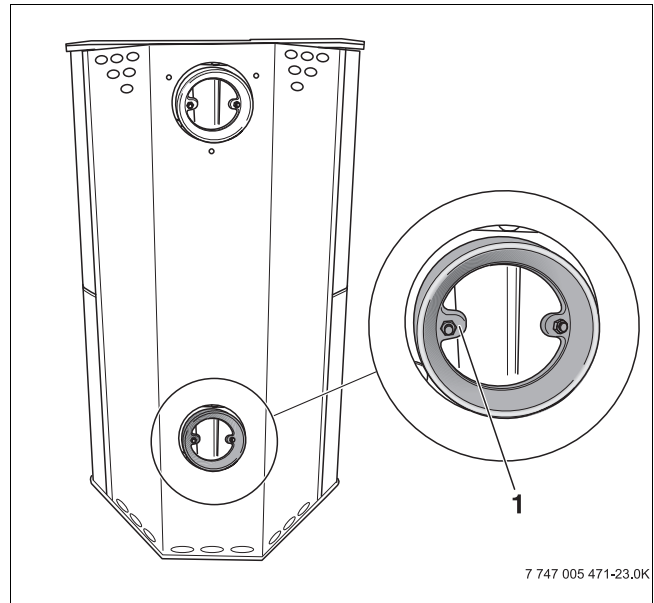

Fig. 13 *Raccordo per l'aria comburente posteriore – Tronchetto aria comburente*
- ▶ Smontare il tronchetto dell'aria comburente dall'apertura posteriore dell'aria comburente (→ fig. 13, [1]).